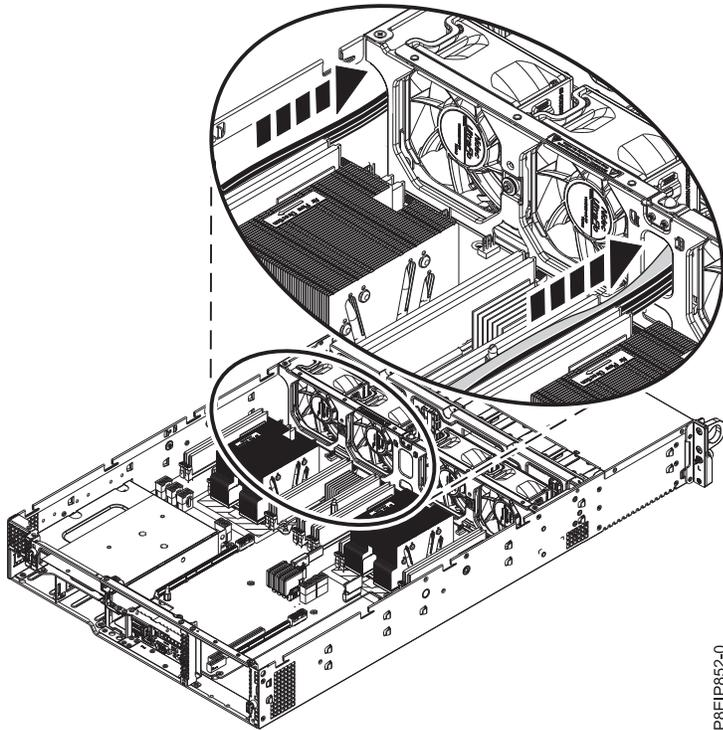

図 13. ディスク・ドライブ・バックプレーンのケーブルの取り外し
6. ドライブ信号ケーブルとドライブ電源ケーブルを慎重にシャーシを通過させて、取り外します (17 ページの図 13 を参照)。